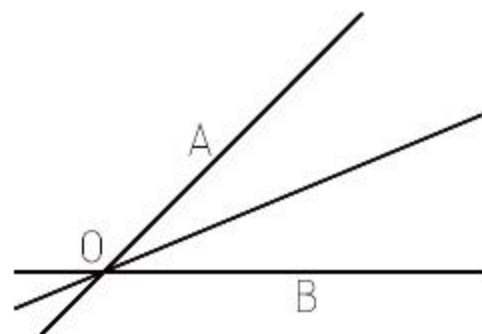

图3-15 二等分构造线
- 二等分(B): 选择【二等分(B)】选项,可以绘制两条相交直线的角平分线,如图3-15所示。绘制角平分线时,使用捕捉功能依次拾取顶点O、起点A和端点B即可(A、B可为直线上除O点外的任意点)。